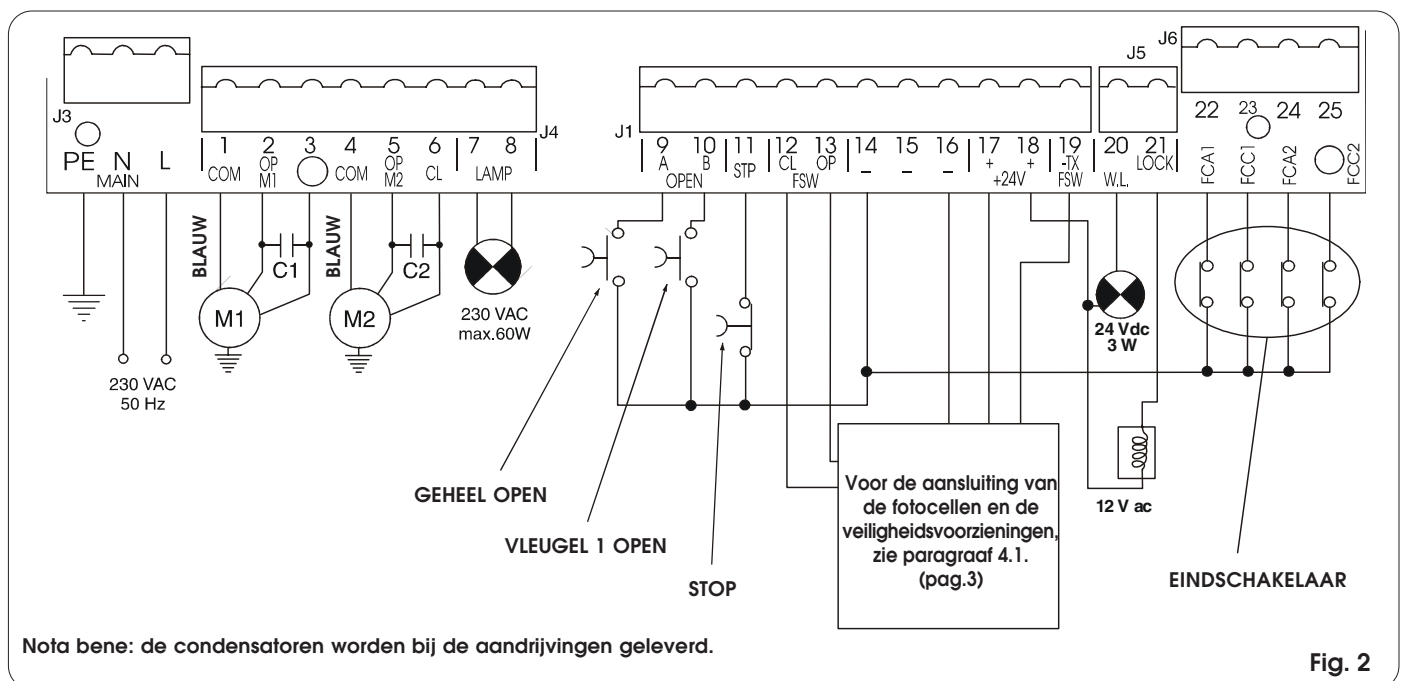

Fig. 2
- Sluit de aardkabel aan op de daarvoor bestemde klem op de connector J3 van de apparatuur (zie fig. 2).
**4.2. KLEMMENBORD J3 - VOEDING (FIG. 2)**
**4.3. KLEMMENBORD J4 - MOTOREN EN WAARSCHUWINGSLAMP (FIG. 2)**
**4.4. KLEMMENBORD J1 - ACCESSOIRES (FIG. 2)**
**4.5. KLEMMENBORD J5 - CONTROLELAMP EN ELEKTROSLOT (FIG. 2)**
**4.7. KLEMMENBORD J6- EINDSCHAKELAAR EN/OF GATECODER (FIG. 2)**